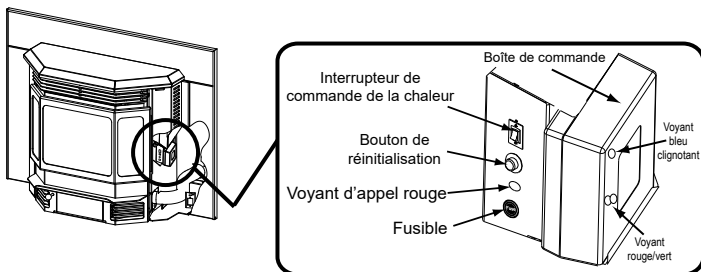

Figure 10.1
L'appareil fonctionne comme la plupart des chauffages modernes : dès que le thermostat le lui commande, il se met en marche et diffuse de la chaleur automatiquement. Quand la pièce atteint la température réglée sur le thermostat mural, le voyant d'appel rouge s'éteint et le foyer s'arrête (**Figure 10.1**).
3. Localisez l'interrupteur d'enclenchement du chauffage situé sur le côté inférieur droit de la boîte à feu, devant le panneau d'accès droit. Réglez-le sur HAUT, puis réglez le thermostat sur la température maximum. Le voyant d'appel rouge s'allume (il est situé à l'avant de la boîte de jonction, derrière le panneau d'accès gauche). Cela indique que le thermostat effectue un appel de chaleur (**Figure 10.1**).
3. Le poêle peut parfois brûler tout le combustible et s'arrêter automatiquement. Dans ce cas, le voyant d'appel rouge sera allumé (**Figure 10.1 on page 10**). Pour le remettre en marche, remplissez la trémie et pressez le bouton de réinitialisation (**Figure 10.1 on page 10**). Le voyant d'appel rouge s'éteint quand vous pressez le bouton de réinitialisation. Relâchez le bouton et le voyant se rallumera. Vous devez voir des flammes apparaître après un court instant. Si ce n'est pas le cas, suivez les instructions de la rubrique **Allumage de votre premier feu** à la page 10.